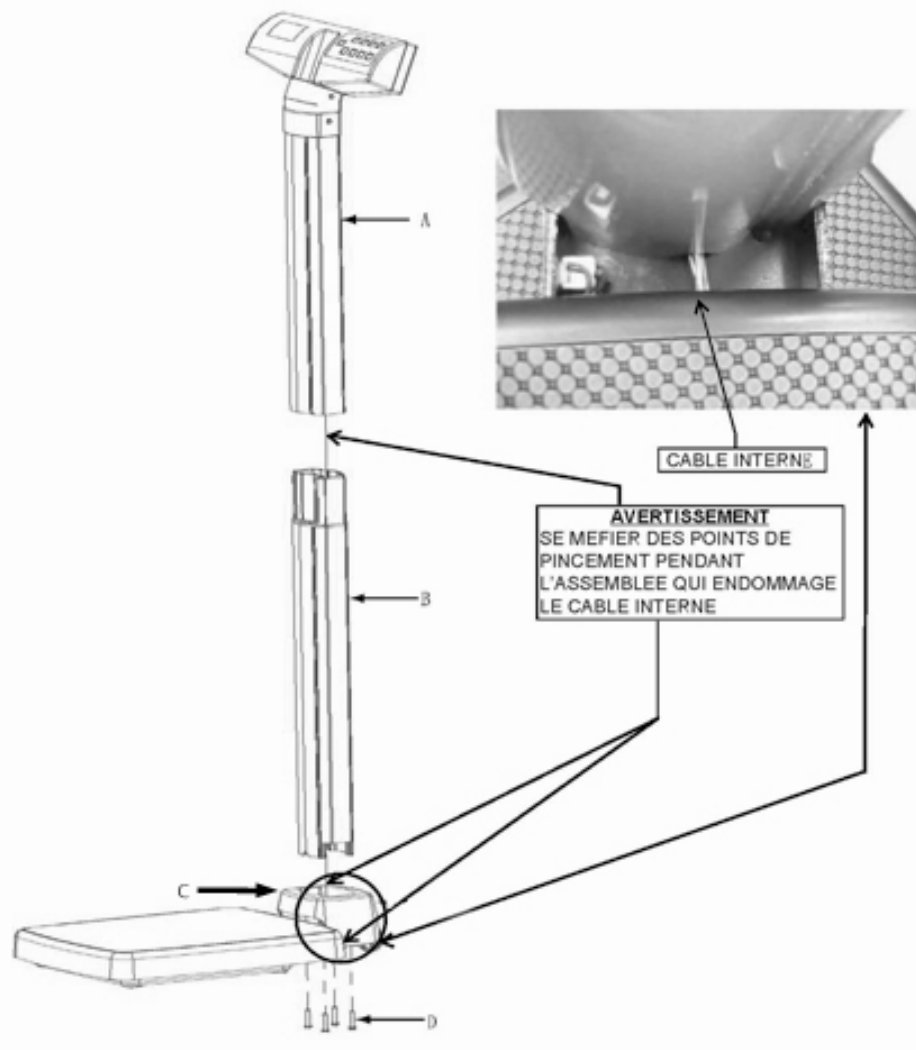

Figure 1
Brancher l'adaptateur (NON FOURNI) à la balance et à une source d'alimentation électrique. Renvoyez s'il vous plaît à la page 15 pour l'information en ce qui concerne les adaptateurs disponibles pour l'utilisation avec cette balance. Quand on utilisera un adaptateur, l'icone de la pile ne sera pas montrée sur l'écran. La localisation du chat de la puissance de l'adaptateur (C) est vers le bas indiquée dans la Figure 1.
1. Trouvez le câble dans la colonne supérieure (A) et dirijalo à travers la la colonne plus faible (B).
2. After the cable is fed through (B), then plug the cable into the scale base (C). Après que le câble soit dirigé à travers (B), il relie le câble dans le (C) de base.
3. Reliez les colonnes (A) et (B), ensuite asegúrela au (C) de base en utilisant les 4 vis proportionnées (voie la Figure 1).